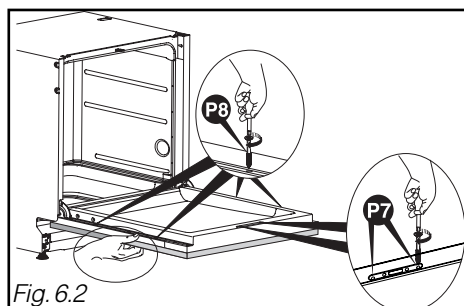

Fig. 6.2
- Encostar o painel de madeira contra a porta (Fig. 6.2).
- Abrir a porta da máquina de lavar roupa pondo o painel contra a porta. Centrar o painel de madeira lateralmente, se for necessário, em relação à faixa de comandos. Colocar os 2 parafusos **P7** e os 4 **P8** (Fig. 6.2).
- Encostar o painel de madeira contra a porta (fig. 6.2 bis).
- Abrir a porta da máquina de lavar roupa mantendo o painel contra a porta. Centrar o painel de madeira lateralmente, se for necessário, em relação à faixa. Pôr os 4 parafusos **P8** (Fig. 6.2 bis).
Fig. 6.2 bis